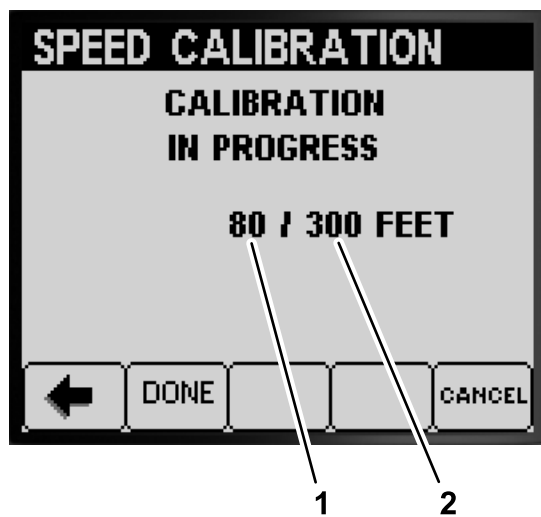

Figura 67
4. Prima o botão 2 (CONCLUÍDO) quando o pneu dianteiro da máquina estiver na linha de chegada (Figura 67).